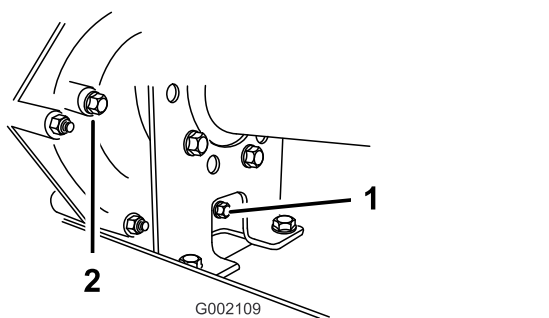
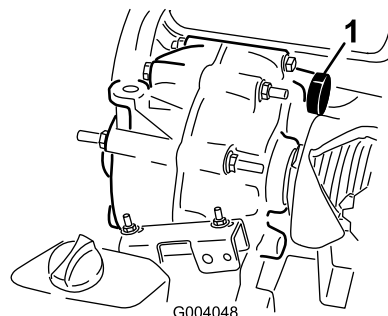

Рисунок 59
Рисунок 60
2. Тщательно протрите места вокруг пробок заливного и сливного отверстий ветошью (Рисунок 59).
4. Снимите пробку заливного отверстия, повернув ее против часовой стрелки (Рисунок 59).
5. Снимите пробку заливного отверстия, повернув ее против часовой стрелки (Рисунок 59).
6. Установите пробку сливного отверстия с прокладкой в сливное отверстие трансмиссии и затяните (Рисунок 59).
7. Долейте в бак (Рисунок 60) через заливное отверстие приблизительно 1,4 л рабочей жидкости указанного типа или доведите уровень рабочей жидкости в трансмиссии до нижней части резьбы (Рисунок 59).
8. Установите и затяните пробку заливного отверстия с прокладкой в заливное отверстие трансмиссии (Рисунок 59).
10. Проверьте уровень рабочей жидкости и добавьте ее, если уровень рабочей жидкости находится ниже резьбовой части заливного отверстия (Рисунок 59).